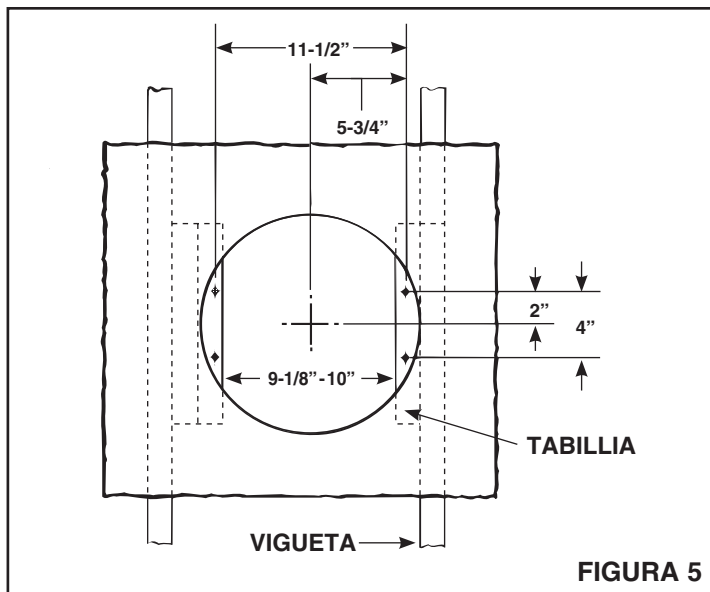

FIGURA 5
7. **Refiérase a la Figura 5.** Instale tabillitas de 2 x 4 a ambas viguetas del techo. En algunos casos puede ser necesario utilizar más de una sola tabilla en un lado. La distancia entre las tabillitas debe ser al menos de 9/8" pero no más de 10".